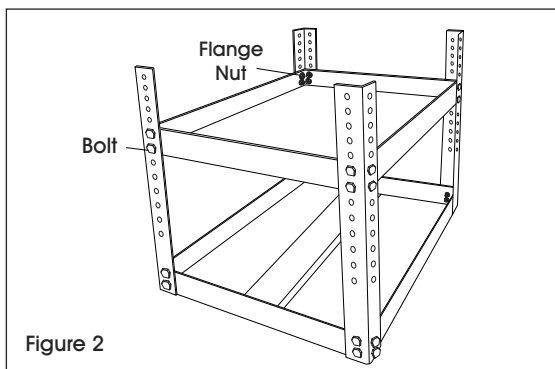

Figure 2
4. Place lower shelf inside of legs and attach using four bolts and four flange nuts on each leg. Do not tighten. (See Figure 2)
4. Installez la tablette inférieure entre les pieds et fixez-la avec quatre boulons et quatre écrous à embase sur chaque pied. Ne serrez pas. (Voir Figure 2)